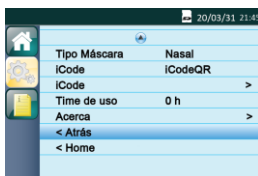

Fig. 13-9
(1) Volver a la interfaz de configuración inicial. Mueva el cursor a la opción **Atrás** girando el **Botón de Mando**, como se muestra en la Fig. 13-9.